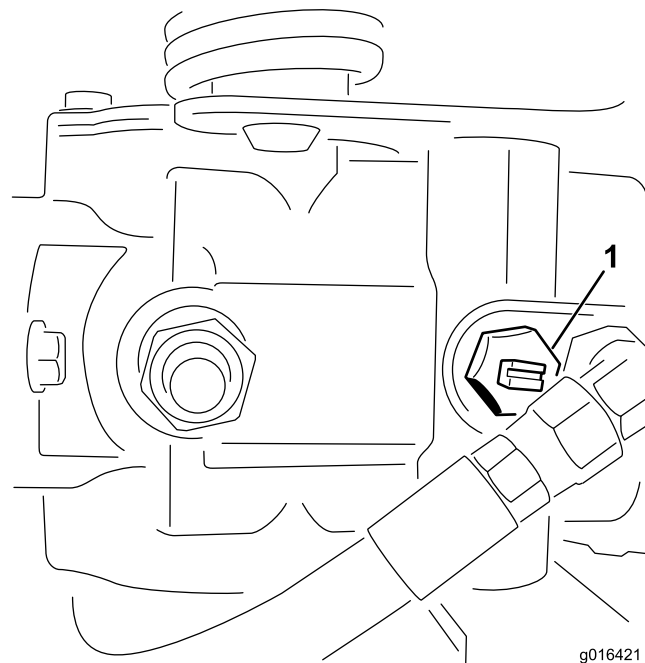

図 33
1. 油圧ポンプについているバイパス・バルブ（図 33）の溝が「縦」になるようにバルブを回転させる。
2. エンジンを始動する前に、必ずバイパスバルブを閉じる（溝が横向きになる）（図 33）。